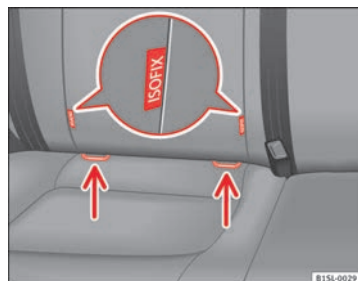

Fig. 53 Sur le siège du véhicule : Variantes d'identification des points d'ancrage inférieurs des sièges pour enfant.
- Encastrez le siège pour enfant dans les anneaux de retenue ⇒ fig. 53, dans le sens de la flèche. Le siège pour enfant doit s'encaster de manière sûre et audible.
- Placez le siège pour enfant sur la banquette et fixez les crochets des ceintures de fixation dans les anneaux de retenue ⇒ fig. 53.